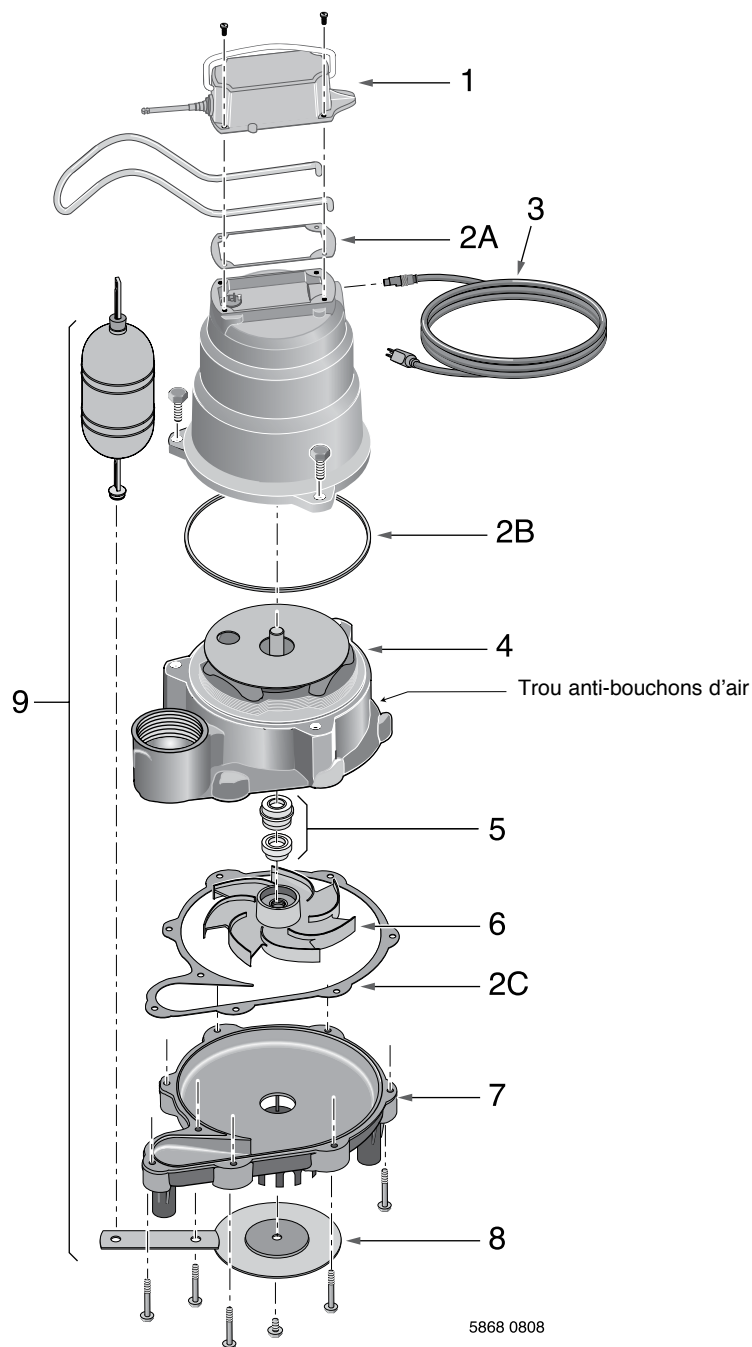

**Figure 1 :** Raccorder le fil comme illustré. Ne pas toucher aux bornes embrochantes de l'interrupteur. Le joint a été omis à des fins de clarté.
7. Mettre en place le nouveau joint sur le carter du moteur, puis brancher les quatre fils du nouvel interrupteur au quatre bornes dans le carter du moteur (voir Figure 1, page 4). Ne pas toucher aux deux cosses ouvertes sur l'interrupteur!